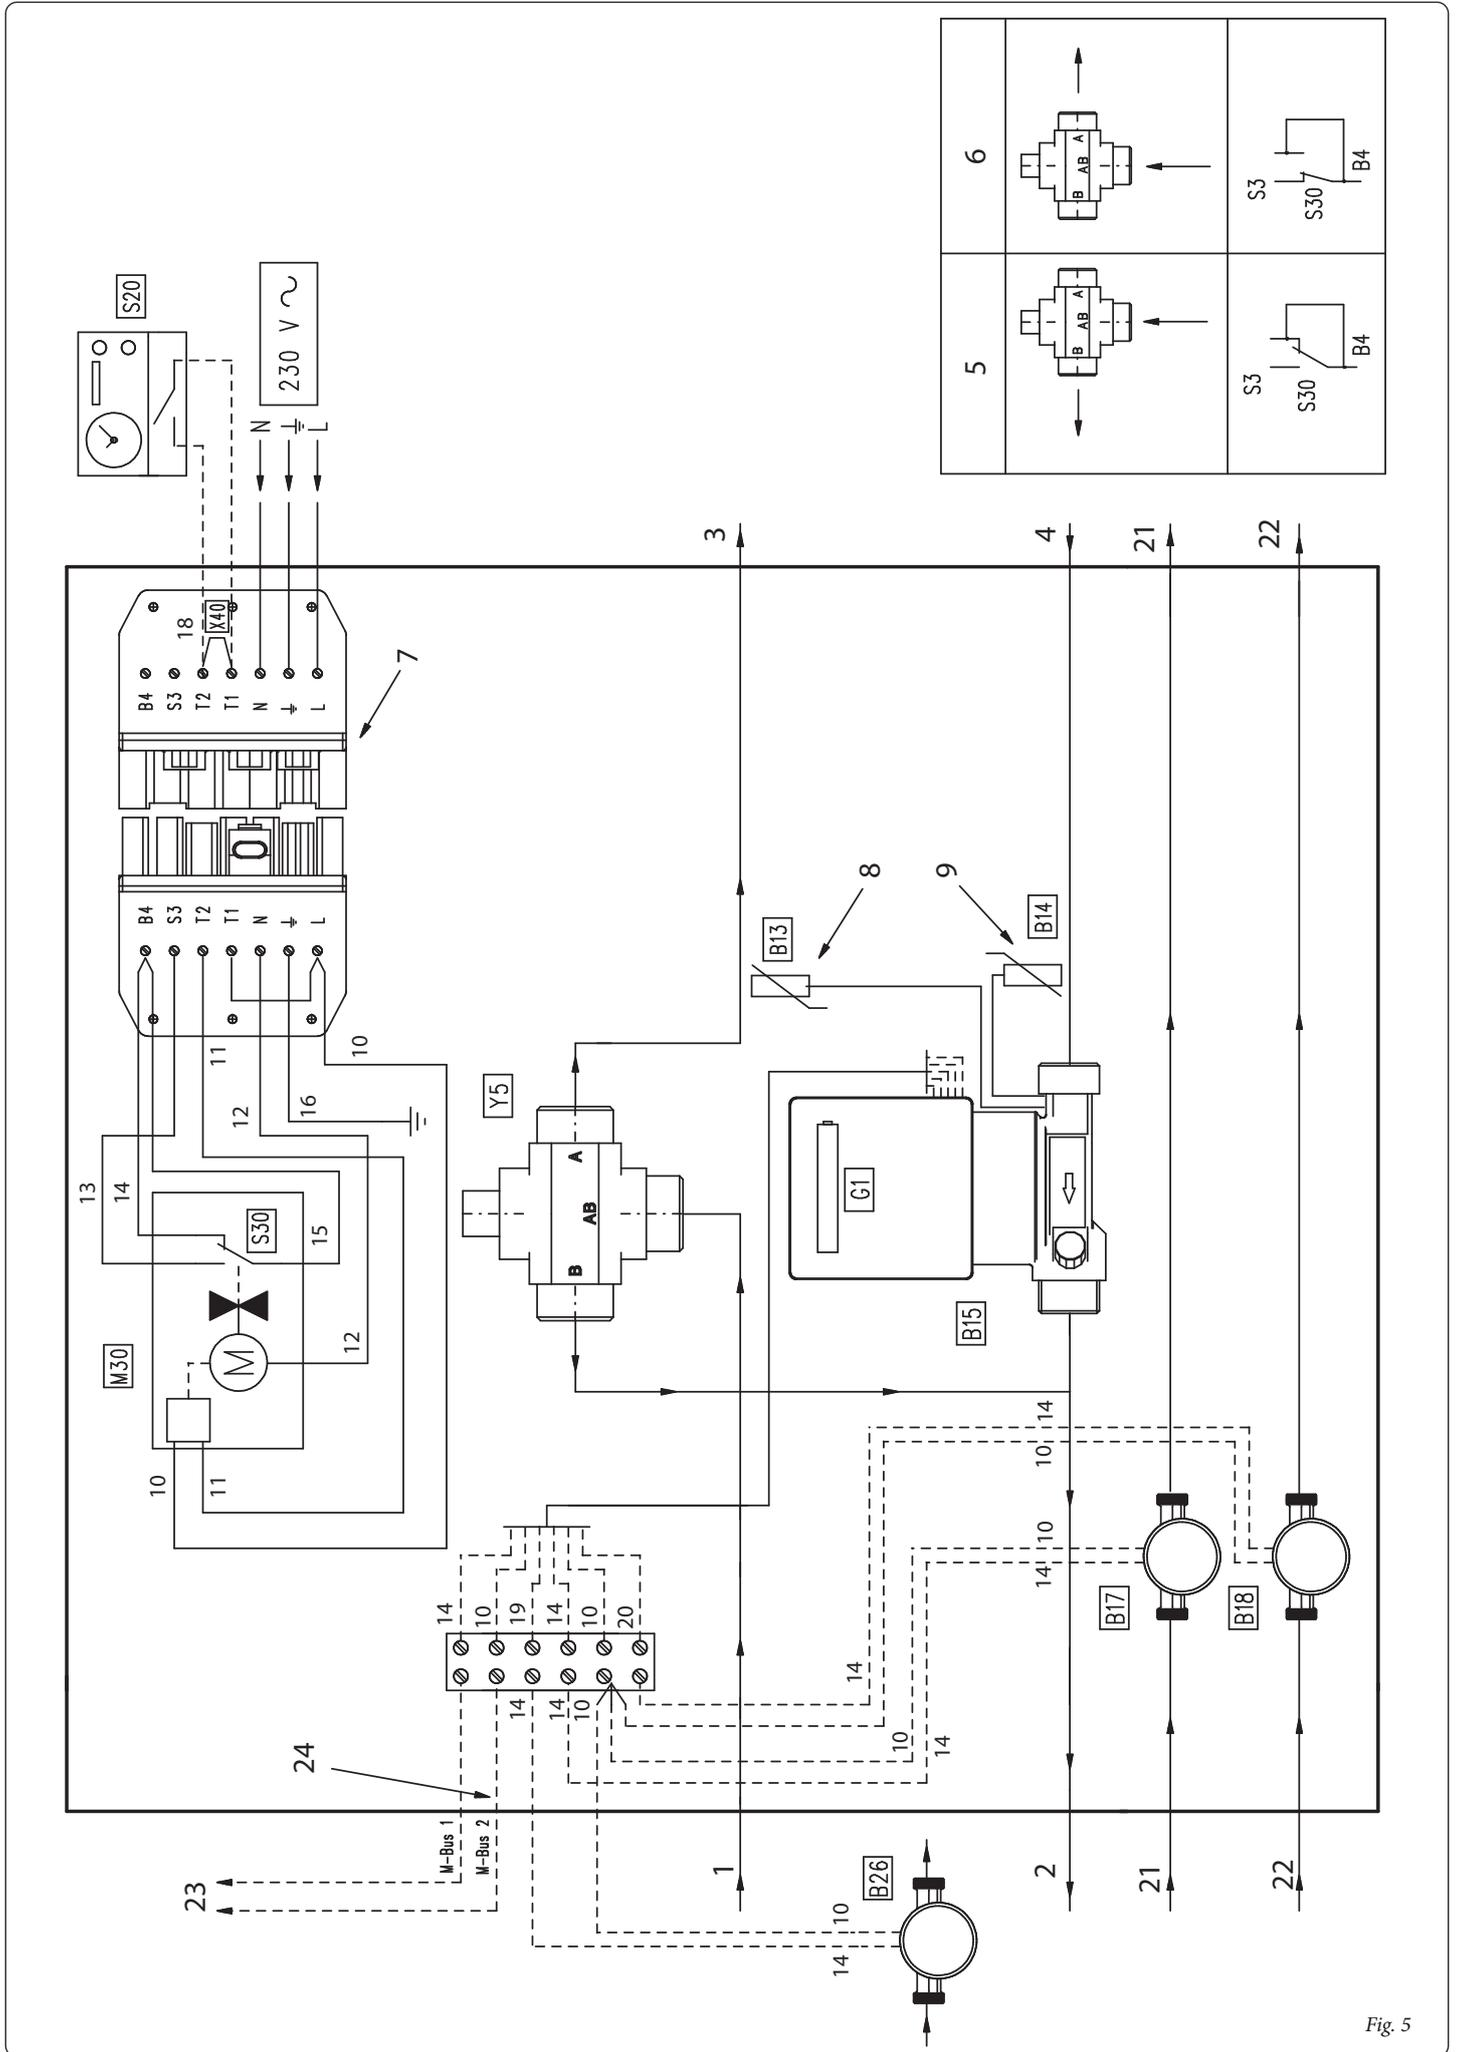

Fig. 5
- Effettuare i collegamenti elettrici sulla ciabatta di collegamento (9) secondo lo schema elettrico (Fig. 5) e fissarla sull'apposito supporto (10).
- Aprire i rubinetti di intercettazione (1).
- Make the electric connections on the connection multiple adapter (9) according to the wiring diagram (Fig. 5) and fix it onto the appropriate support (10).